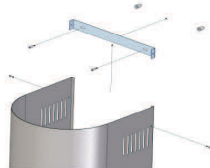

Рис. 9
- Отметьте на стене расположение отверстий, находящихся на внешнем коробе, для верного позиционирования кронштейна (рис.9).
- Извлеките внешний короб и соедините винтами с кронштейном (рис. 9)